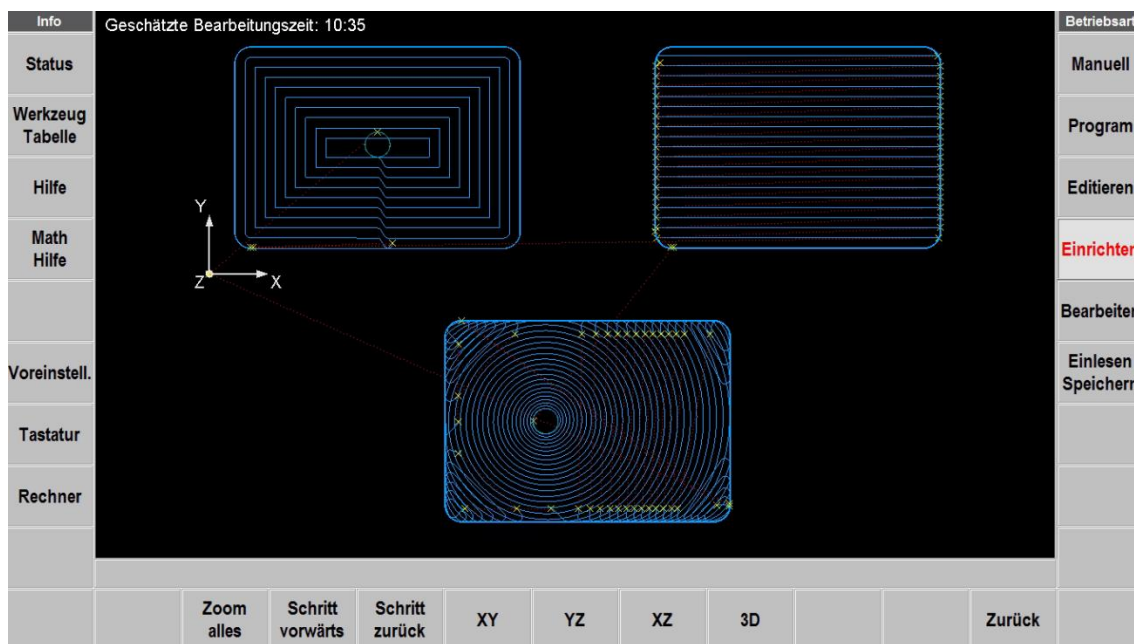

Abb. 6.5.1 (7) Die drei Werkzeugbahn Strategien: Versetzt (links), Parallel (rechts), Trochoidal (Mitte).
Hinweis: In der vorherigen Abb. 6.5.1 (7) ist der Zerspanungsabstand auf einen kleinen Wert eingestellt, wodurch viele Eilgang-Bewegungen entstehen.